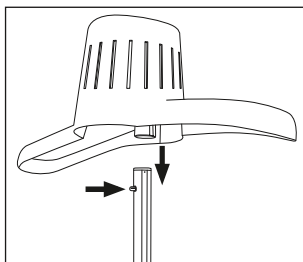

Abb. 1: Kleiderbügel **1** anbringen
- Um die Teleskopstange ❹ bei Bedarf wieder zu entnehmen, drücken Sie die Entriegelungstaste  ❼ und ziehen Sie die Teleskopstange ❹ heraus.
- ♦ Stellen Sie die Höhe der Teleskopstange ❹ ein. Öffnen Sie dazu den Verriegelungsclip ❸, ziehen Sie die Teleskopstange ❹ bis zur gewünschten Höhe heraus und stellen Sie den Verriegelungsclip ❸ wieder fest. Ziehen Sie die Teleskopstange ❹ mindestens so weit heraus, dass der Kleiderbügel ❶ aufgesteckt werden kann.
- ♦ Stecken Sie den Kleiderbügel **1** so auf die Teleskopstange **4** auf, dass die gewölbten Bügelarme zur Gerätevorderseite zeigen. Drücken Sie die Arretierung **2** nach innen und schieben Sie den Kleiderbügel **1** so weit darüber, bis die Arretierung **2** einrastet (Abb. 1).